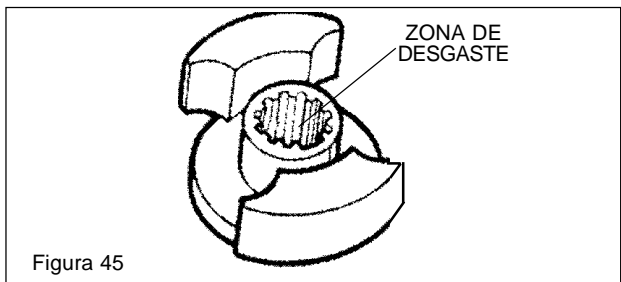

Figura 45
- Indicios de desgaste en el extremo de la maza del rotor que se engancha en el resalto del eje. (Vea la figura 45)